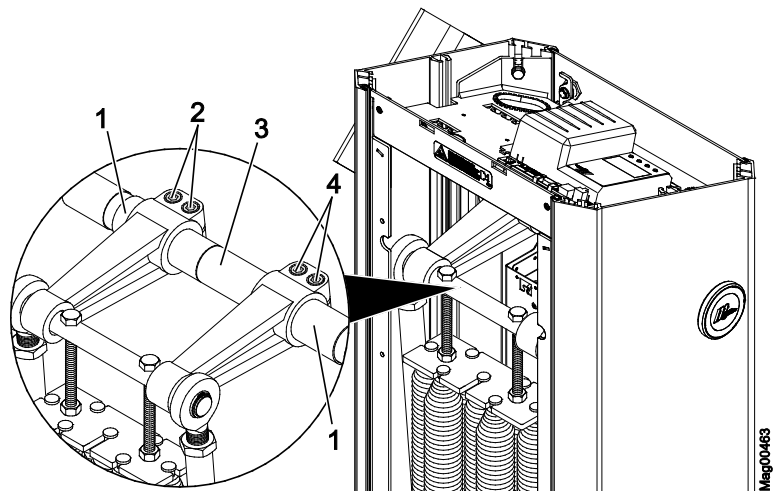

Bild 33: Lossa de inre sexkantbultarna Access XXL
- Access XXL: Se sida 75, Bild 33.